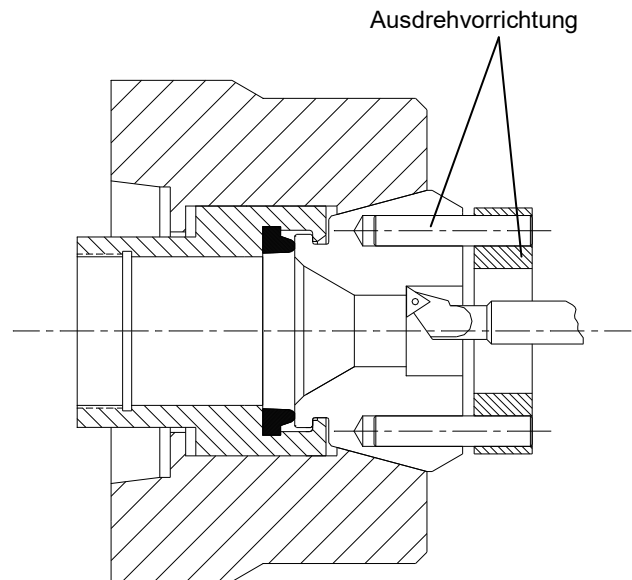

Abbildung 7.1
1. In geöffneter Futterstellung wird in die stirnseitig angebrachten Wechselbohrungen des Spannkopfes ein mit Stiften versehener Ausdrehring gesteckt, siehe Abbildung 7.1.